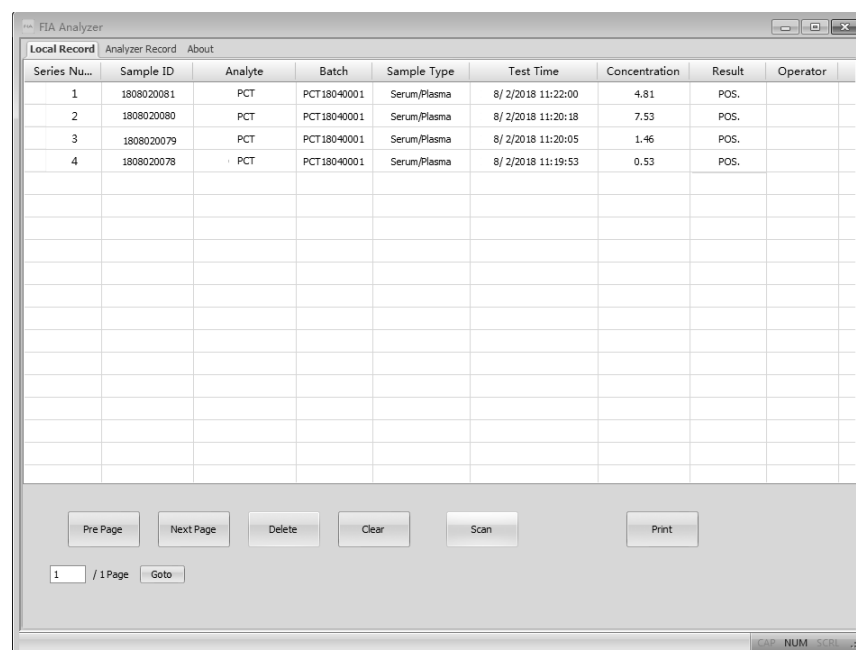

Fig 40
- “Scan”: O comando Scan executaria as mesmas funções que pressionar a tecla Teste ou tocar em novo teste no analisador. Coloque o cassete de teste, após a adição da amostra (e a adição do buffer, se o método exigir) no slot do cartão de teste e clique duas vezes no comando “Scan”. (mesma função do modo **Quick Test** no analisador), o resultado do teste aparecerá na guia Registros locais. (Ref Fig 40)